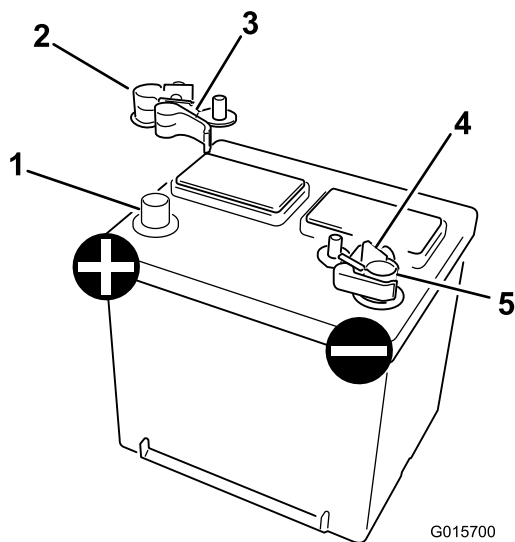

Figura 4
2. Instale os conectores de ligação rápida nos terminais de bateria com os braços do grampo virados para fora (Figura 4). Instale o conector inalterado ao borne positivo da bateria. Instale o conector alterado ao borne negativo da bateria.